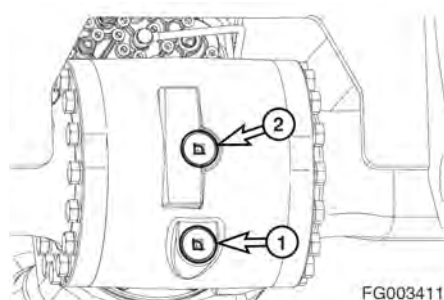

Рис. 109
1. Отверстие для слива масла (1, рис. 109) расположено в нижней части картера моста, а заливное отверстие (2) расположено в задней части картера моста.
2. Очистить от грязи, смазки и других посторонних веществ поверхность вокруг сливного отверстия (1, рис. 109) и заливных отверстий (2) картера моста.
5. Извлечь заглушку заливного отверстия (2, рис. 109) и залить соответствующую трансмиссионную жидкость до нижнего края заливного отверстия.